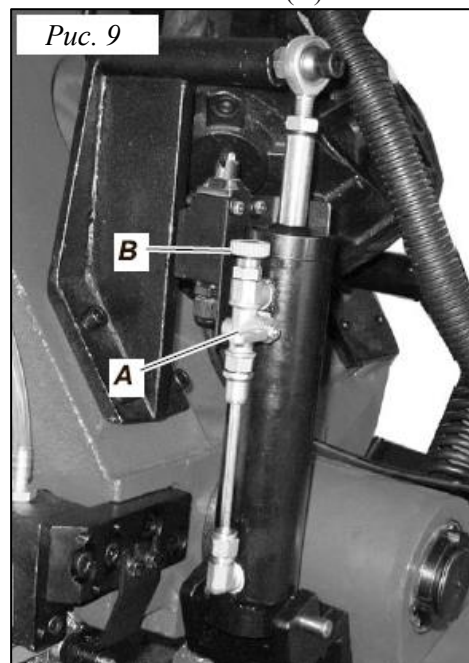

Рис. 9
Зажмите кнопку пружины (S), чтобы вытянуть стержень из гнезда. После этого можете вынуть рукоятку соединителя с вилочными контактами (C). Переместите рукоятку в положение ручного управления (C1, рис. 9). Зажмите кнопку пружины (S) и установите стержень в гнездо.